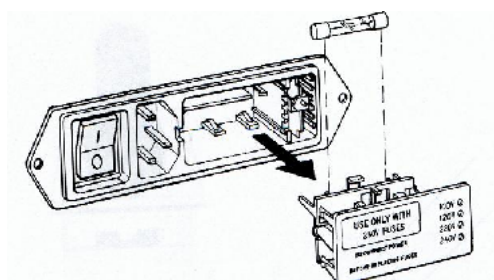

Abbildung 6-2 Entfernen der Sicherung
2. Entfernen Sie den Sicherungshalter wie, wie in Abbildung 6-2 dargestellt und holen Sie die Sicherung vorsichtig raus.